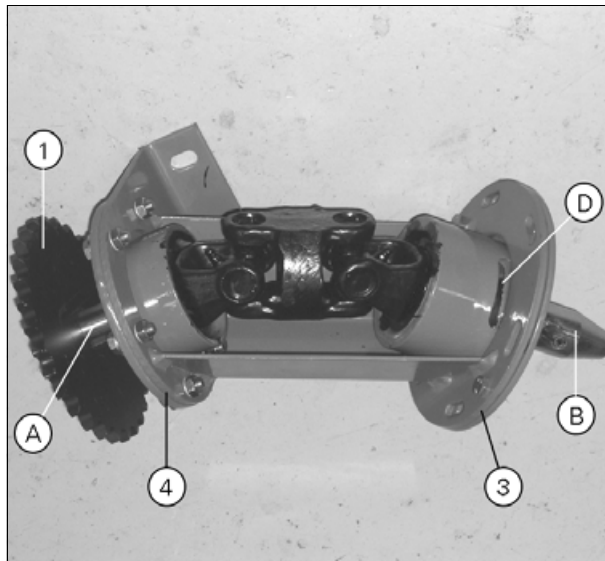

Рис. 3.
**ВАЖНО:** Установите винт М6 во втулку (С). Данный винт выбрасывает пыль через прорезь (D) рис. 3, не позволяя ей попасть в подшипники.
Фланец (3) имеет прорезь (D) рис. 3, которая должна быть направлена вниз после установки конической передачи.